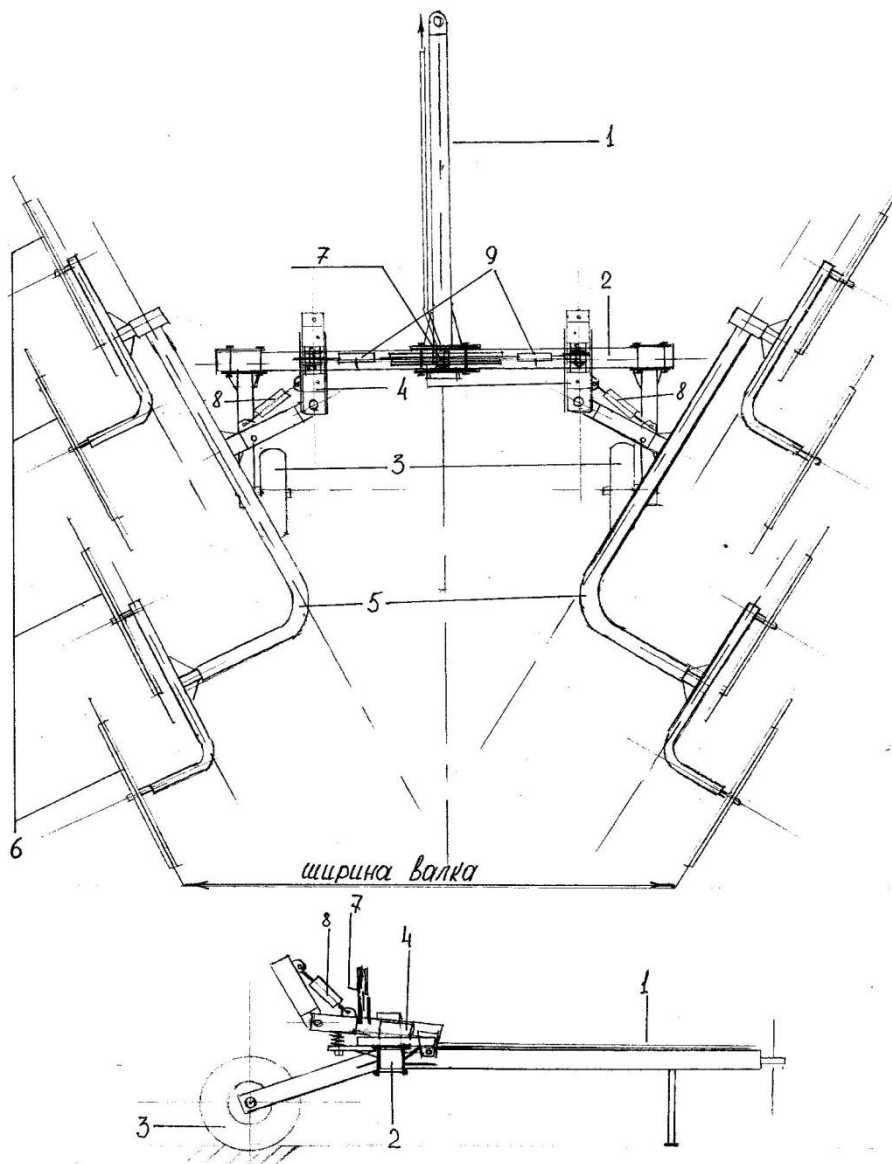

Рис. 2
3.1. Грабли состоят из двух основных частей: 1 брус 2(рис. 2) который снабжен прицепным устройством 1(рис.2) транспортными колесами 3(рис.2) а так же набором механизмов для крепления и регулировки рабочих органов;
2. рабочие панели состоят из несущих рам 5(рис.2) на которые крепятся рабочие колеса 6(рис.2) снабженные фигурными пальцами .Пальцы предназначены для непосредственного контакта с травяной массой.
3.2.3. При работе граблей в положении «грабли» нужно установить рабочие панели изгибом назад Рис.2 при этом нужно отрегулировать ширину валка-это расстояние между задними рабочими колесами ± 25 см. Сделать это можно при помощи тяг 8(рис.2).
Все работы с травяной массой рекомендуется проводить в положении «плавающее» . Однако давление на почву рабочих колес можно регулировать тягами 9(рис.2).